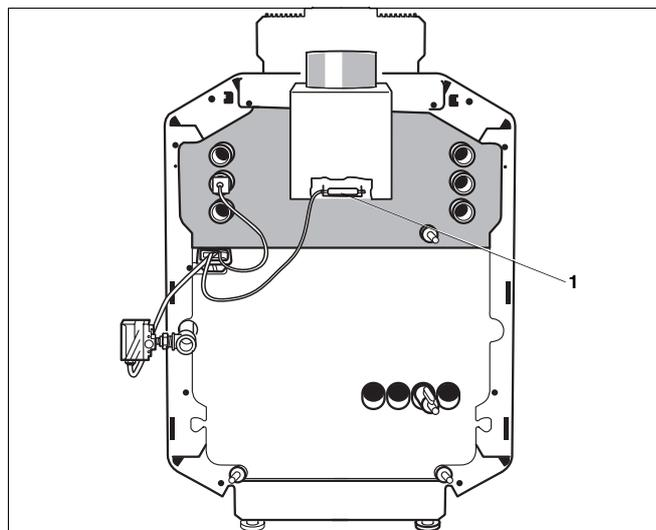

Abb. 35 Fühler Abgasüberwachung
- Abgastemperaturfühler (Abb. 35, **Pos. 1**) von der Strömungssicherung abschrauben.
- Spitze des Abgastemperaturfühlers (Abb. 35, **Pos. 1**) bei laufendem Brenner in den Kern des Abgasstromes halten.
- Abgastemperaturfühler (Abb. 35, **Pos. 1**) wieder montieren.